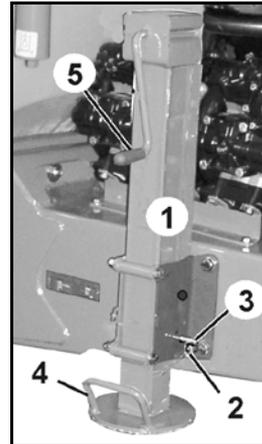

図 52
- 使用中、または輸送中にサポートスタンドを上昇させます (図 52)。
1. リンチピン (図 52/2) を外します。
2. ピン (図 52/3) を引き出します。
3. サポートスタンドをグリップ (図 52/4) で上昇 / 下降させます。
5. ハンドクランク (図 52/5) でサポートスタンドをさらに下降/上昇させます。